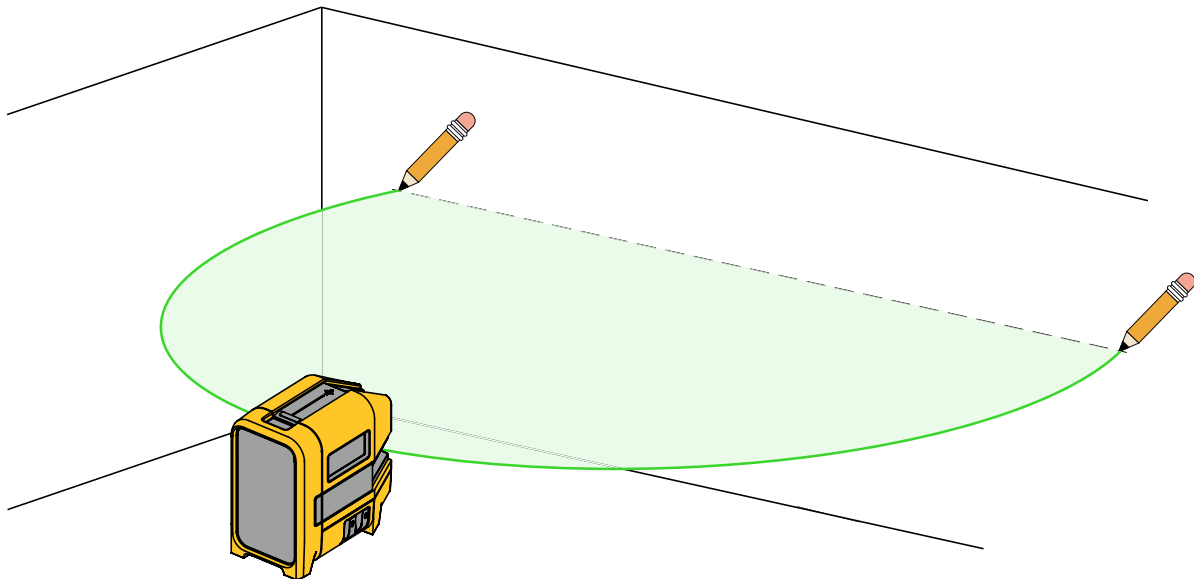

Figura 2. Nueva alineación horizontal o diagonal
2. Encienda el láser horizontal y apúntelo al área objetivo. Consulte la Figura 2.